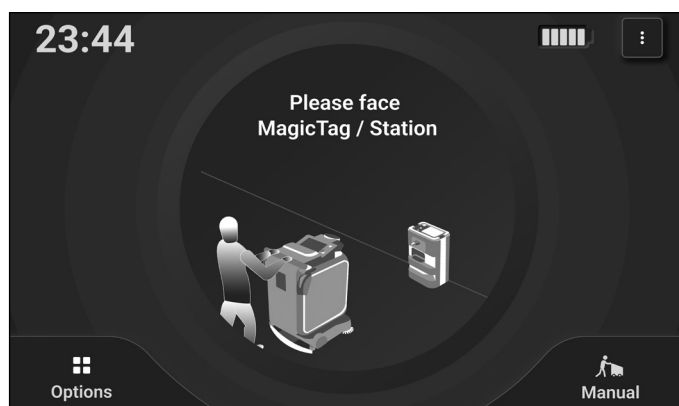

Abbildung 39
1. Schieben Sie das Gerät auf der Startseite (Abb. 39) in die Nähe des MagicTag (ca. 30 cm), so dass der Roboter auf ihn gerichtet ist.